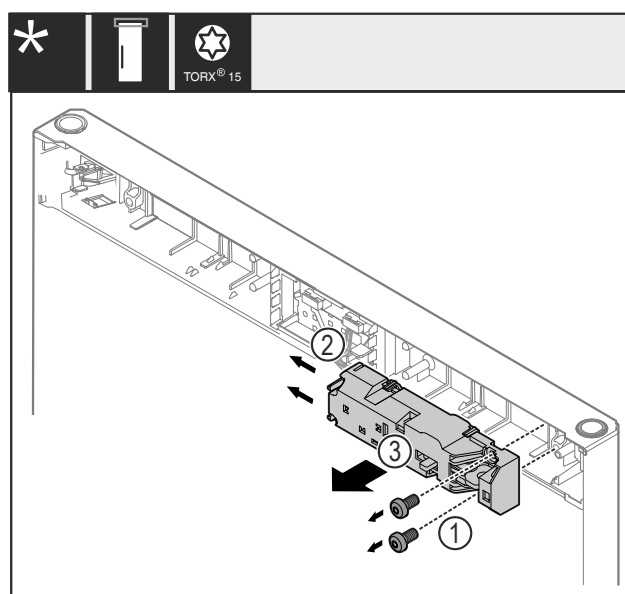

Fig. 21
- ▶ Свадете винтовете Fig. 21 (1).
- ▶ Натиснете фиксиращия палец Fig. 21 (2) настрани и свадете дистанционната ключалка Fig. 21 (3).